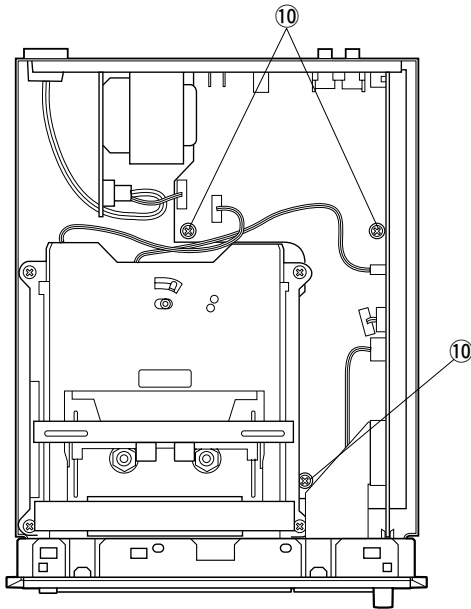

Fig. 5
- Remove 3 screws (10) in Fig. 5.
- ⑩のネジ3本を外します。(Fig. 5)